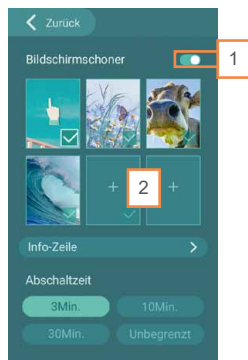

Abb. 2
- Wählen Sie Ihren individuellen Bildschirmschoner (Abb. 2) und übertragen Sie das Bild über die kostenlose ACR-BT App. Berühren Sie hierbei das Feld und folgen Sie den Anweisungen im Menü der Türstation bzw. nachstehenden Anweisungen der ACR-BT App.